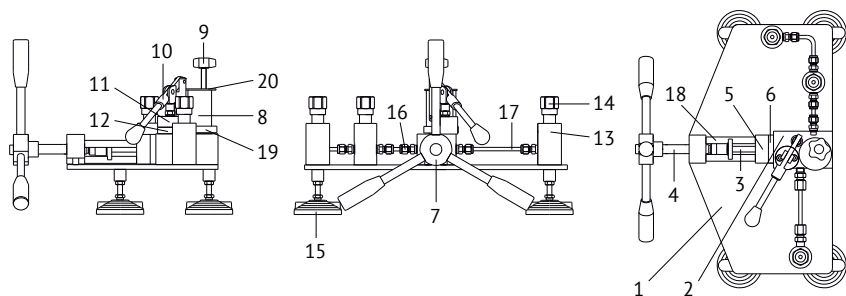
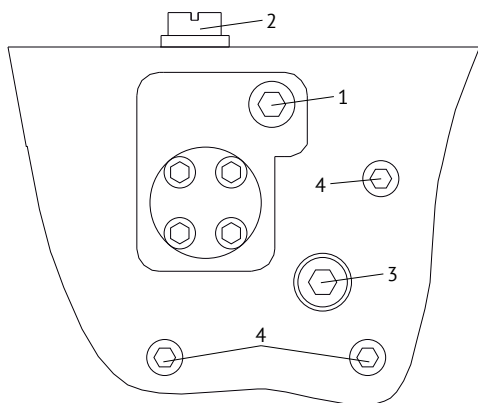

Рис. 1. Гидравлическое устройство для сравнительной калибровки:
Рис. 2. Расположение технологических винтов:
4.1 Внешний вид прибора показан на Рис. 1.
4.2 Основание устройства выполнено в виде *стальной плиты 1* (Рис. 1), снабженной четырьмя регулируемыми *опорами 15*. Блок *создания давления 2* представляет собой стальной параллелепипед, с выполненными в нем полостью основного штока, полостью ручного насоса и всеми необходимыми каналами и клапанами. На блоке создания давления, сверху закрепляются *ручной насос 10*, *основание стакана 19* и *стакан для рабочей жидкости 8* и *вентиль сброса давления 9*, на передней стороне узел основного штока. С боков от блока создания давления расположены *стойки 13* с *гайками 14* для присоединения образцового средства измерения (правая стойка) и двух или одного поверяемых (левые стойки). В случае поверки одного средства измерения в свободную стойку устанавливается заглушка. Блок создания давления и стойки соединены между собой с помощью фитингов и трубок высокого давления. Для слива рабочей жидкости из устройства предусмотрен специальный *винт 1* (Рис. 2) со специальным уплотнением, расположенный снизу блока создания давления. *Винт 2* (Рис. 2) предназначен для слива рабочей жидкости из полости ручного насоса.
С помощью *ручного насоса 10* (Рис. 1) рабочая среда перекачивается из *стакана 8* в полости основного штока и *стоек 13* со средствами измерений. Ручной насос необходим для предварительного сжатия воздуха, оставшегося в присоединенных средствах измерений, с целью уменьшения его объема. Величина ручного накачивания зависит от диапазона измерения установленных СИ, но не должна превышать 3 МПа. Далее, с помощью вращения *штурвала 7* по часовой стрелке и *винта 4*,двигающего *шток 3*, плавно создается необходимое давление. Для уменьшения давления штурвал необходимо вращать в обратную сторону. Для сброса оставшегося давления предусмотрен *вентиль сброса давления 9*.